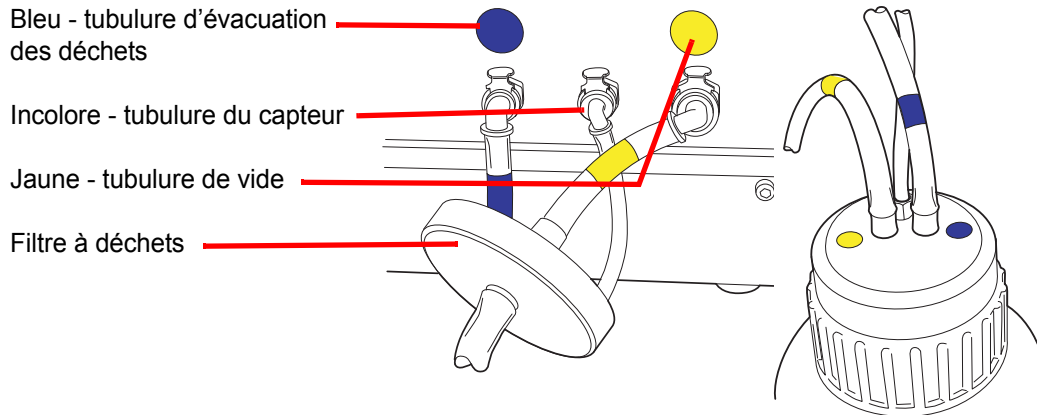

Figure 2-2 Raccordements des tubulures du bidon d'évacuation des déchets
3. Repérer les trois raccords du bidon d'évacuation des déchets à l'arrière du processeur ThinPrep 5000. Se reporter à la Figure 2-2. S'assurer que les boutons des raccords sont en position basse/enfoncée.